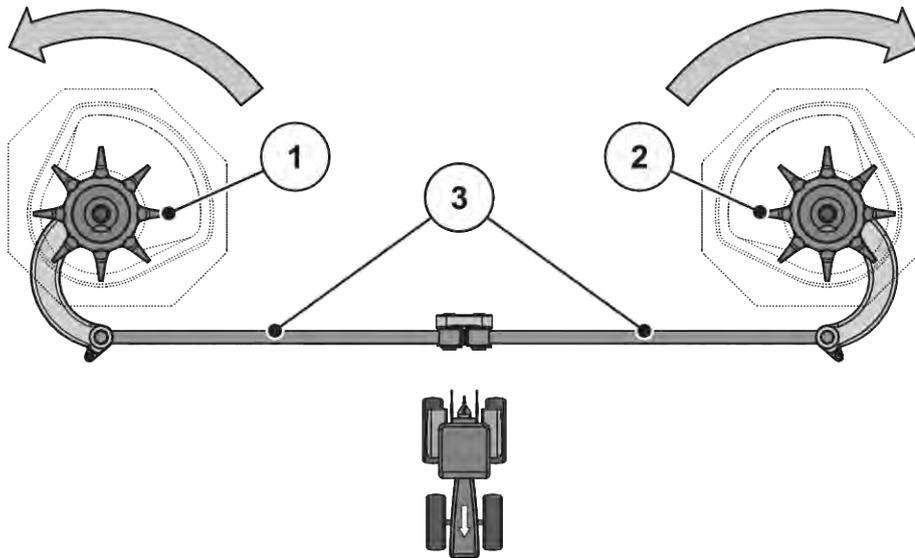

Fig. 60: Vérification de l'entraînement de l'agitateur
- Faire tourner la tête de l'agitateur à la main **dans le sens de rotation du disque d'épandage**. Voir Fig. 60 Vérification de l'entraînement de l'agitateur.
- Faire tourner vigoureusement l'agitateur à la main ou à l'aide d'une sangle pour filtre à huile **dans le sens de rotation inverse du disque d'épandage**. Voir Fig. 60 Vérification de l'entraînement de l'agitateur